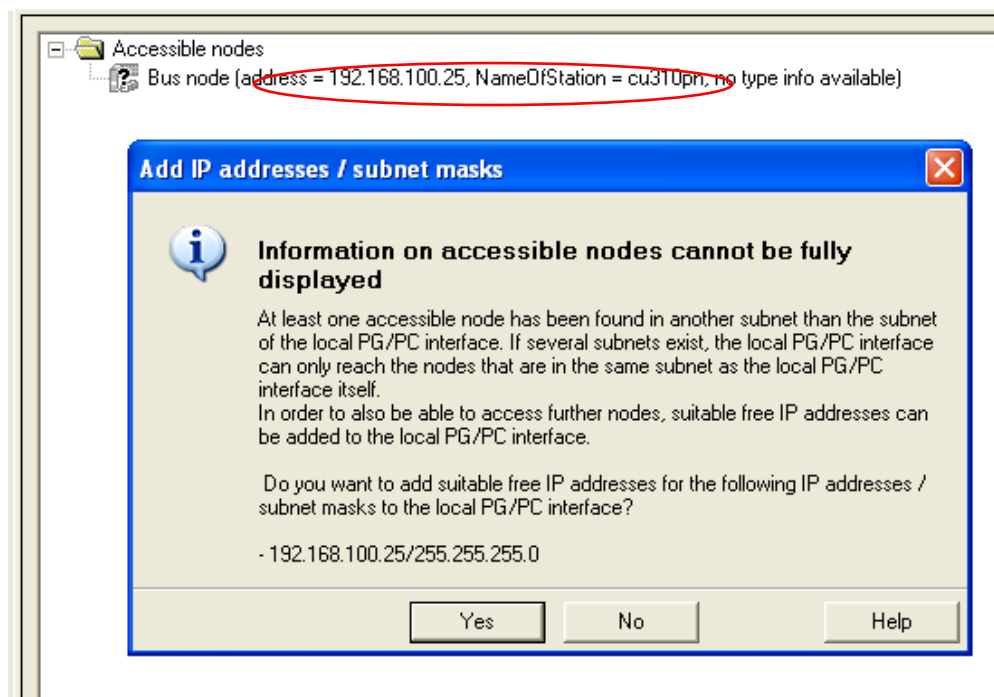

图 24 提示 PG/PC 与 S120 不在同一网段
2. 在图 24 所示的对话框中选择“No”，在搜索到的在线节点上点击右键，点击“Edit Ethernet Node”为该驱动重新分配一个与 PG/PC 同网段的 IP 地址，如 192.168.0.25，如下图所示。选择该驱动，点击“Accept”即可上载和在在线连接驱动。
3. 在图 24 所示的对话框中选择“No”，依据搜索到的驱动修改 PG/PC 的 IP 地址到同一网段，如 192.168.100.1，选择该驱动，点击“Accept”同样可以上载和在在线连接驱动。